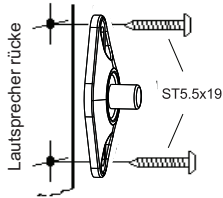

Abbildung 6
- Bohren Sie ein kleines pilot Loch, verwenden Sie den 1/8 Bohrer. Dieses Loch soll nur 1/2 Tiefe des eigentlichen Loches haben. (Abbildung 6)